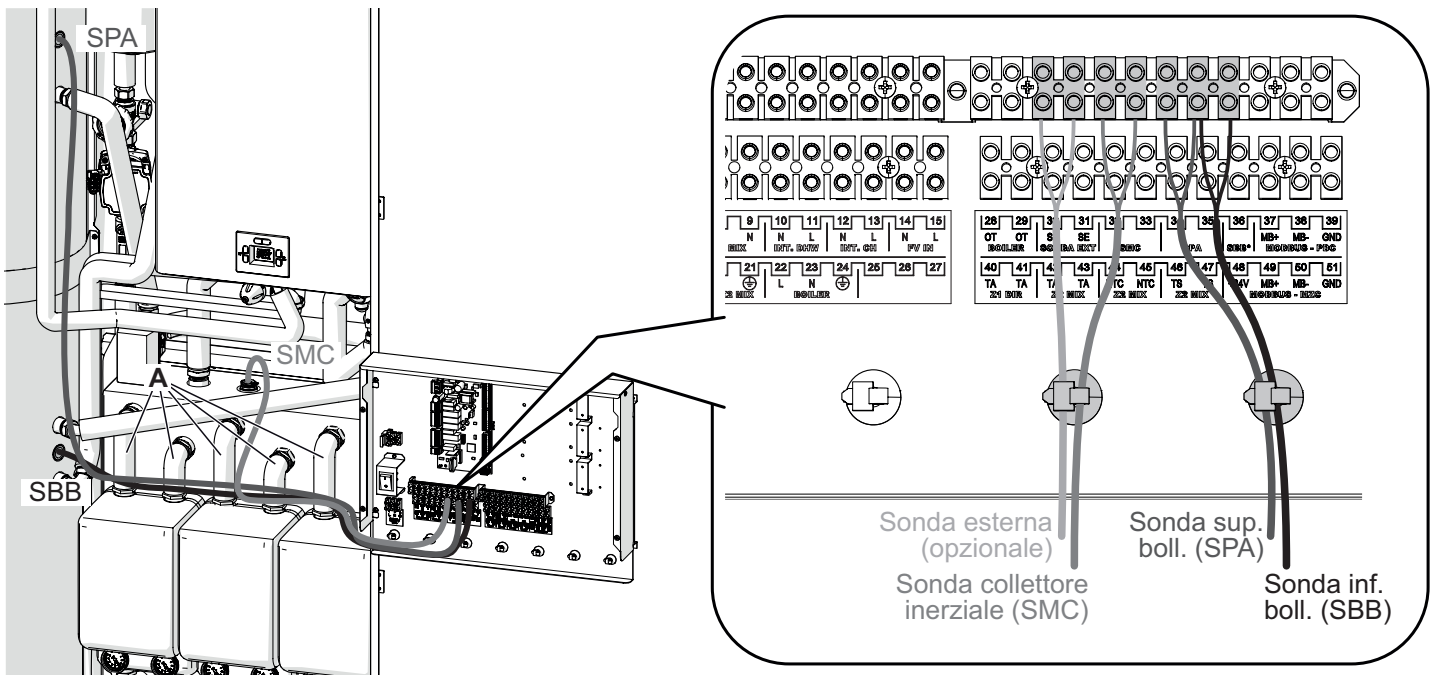

Figura 2.31
- Inserire le sonde nei rispettivi pozzetti, far scorrere i cavi dietro i tubi (A) dei gruppi di rilancio, tagliarli a misura e collegarli alle morsettiere. Bloccarli con l'apposita fascetta (Figura 2.31).